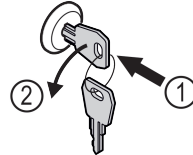

Fig. 178
- ▶ 按入钥匙。 Fig. 178 (1)
- ▶ 将钥匙逆时针转动 90°。 Fig. 178 (2)